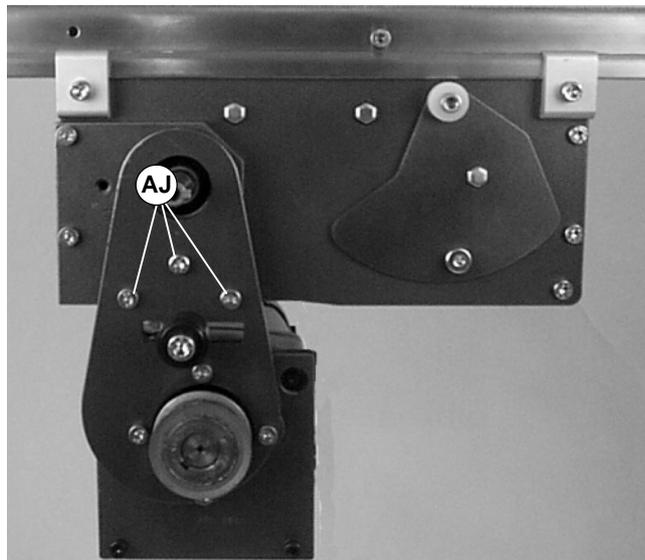

Abbildung 24
6. Drei Schrauben (3) (AJ siehe Abbildung 24) abnehmen und Montagesatz für Getriebemotoren abnehmen.
**HINWEIS:** Bei der vertikalen Montage wurden zwei (2) Schrauben (AJ siehe Abbildung 24) in Schritt 6.